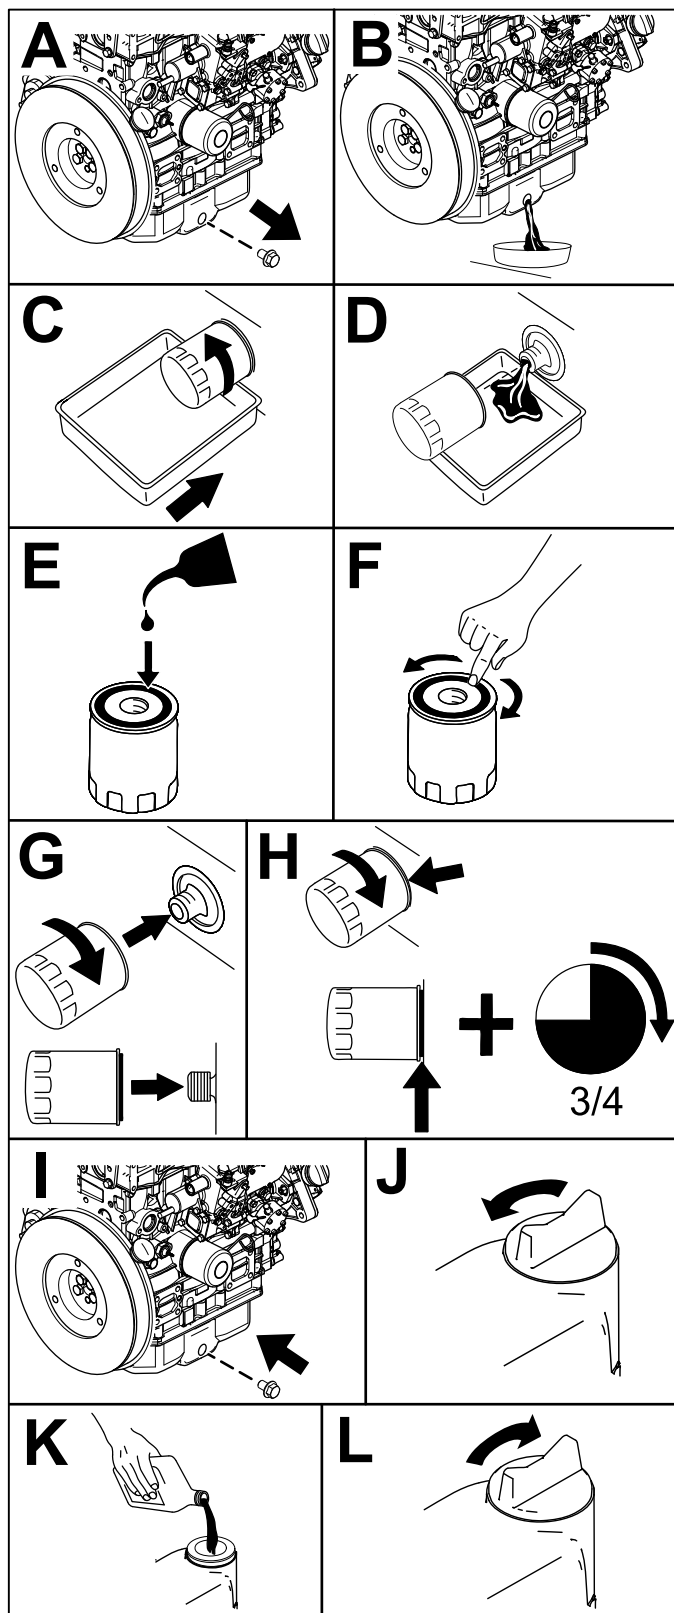

Figura 63
6. Cambiate l'olio del motore e il filtro dell'olio del motore come illustrato nella Figura 63.